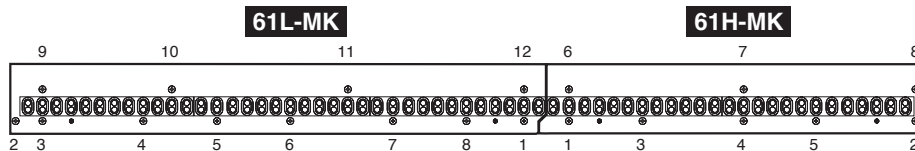

Fig.11 (図 11)
* **When installing the circuit board 61L-MK, tighten the screws 1 through 12 in numerical order as shown in the figure “61L-MK” in Fig.11. (Fig.11)**
* **When installing the circuit board 61H-MK, tighten the screws 1 through 8 in numerical order as shown in the figure “61H-MK” in Fig.11. (Fig.11)**
- ※ シート 61L-MK を取り付けるときは、図 11 のシート 61L-MK 図の番号 1 ~ 12 の順にネジを締めてください。(図 11)
- ※ シート 61H-MK を取り付けるときは、図 11 のシート 61H-MK 図の番号 1 ~ 8 の順にネジを締めてください。(図 11)